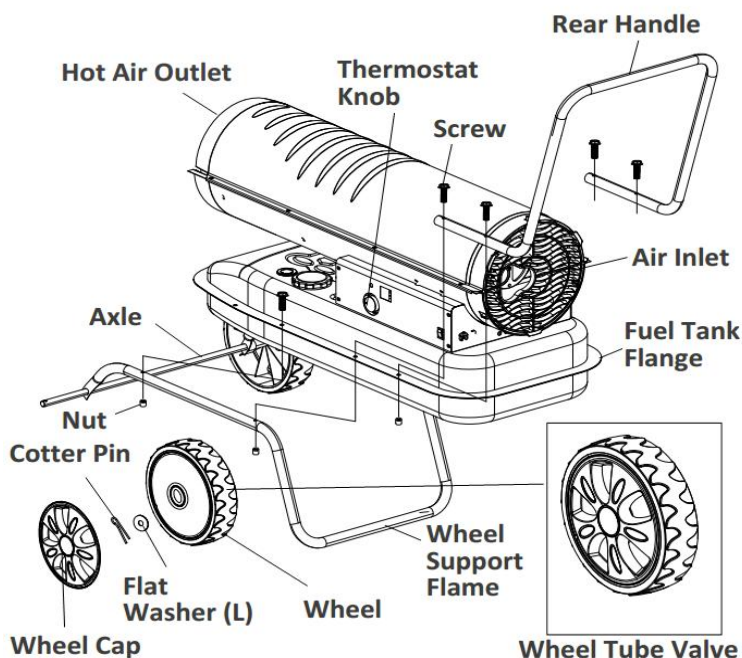

Abbildung 7. Zusammenbau der Modelle ZB-K175/ZB-K215
10. Schieben Sie die Räder auf jede Achse und achten Sie dabei darauf, dass der Ventilschaft (bei pneumatischen Rädern) nach außen zeigt (siehe Abbildung 7).
11. Schieben Sie die Unterlegscheiben (L) über das kleine Loch hinaus auf die Achse. Stecken Sie den Splint in das Achsloch und biegen Sie die Schenkel des Stifts mit einer Spitzzange um, um ihn zu sichern.